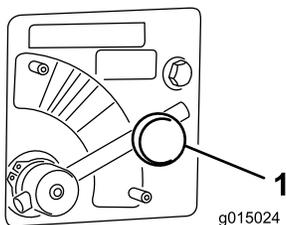

Рисунок 33
1. Ослабьте затяжку ручки крепления рычага клапана разбрасывателя (Рисунок 33).
2. Поверните рычаг клапана разбрасывателя в сектор выбранного цвета (Рисунок 33).
Поверните рычаг клапана разбрасывателя в **СИНИЙ** сектор (МАКС. СКОРОСТЬ) (Рисунок 33). Повернутый до упора по часовой стрелке рычаг должен находиться в горизонтальном положении.